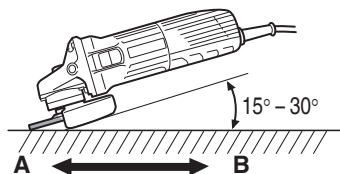

Fig. 4
4. Utilice el ángulo de amoladura apropiado. Realice la operación de amoladura con el borde de la rueda levantando la amoladora de 15 a 30°, como se muestra en la Fig. 4.
Cuando utilice una rueda de disco abombado nueva en el sentido A (Fig. 4), el borde de la rueda puede cortar la pieza de trabajo. En este caso, realice la operación de amoladura en el sentido B (Fig. 4).